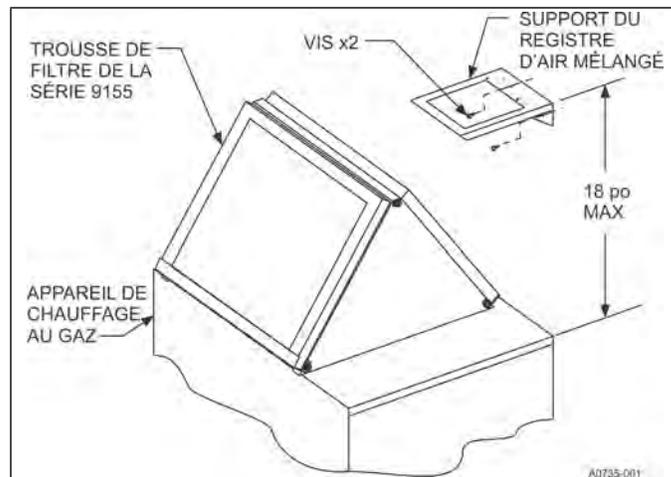

FIGURE 6 : Support du registre d'air mélangé
- Si les codes d'État, provinciaux, régionaux ou locaux n'exigent pas l'installation d'un conduit d'air de retour et d'un plénum, alors le filtre peut être fixé en haut de l'appareil de chauffage, comme illustré à la figure 6.
près possible de l'appareil de chauffage. Le support du registre d'air mélangé doit être installé le plus près possible de la grille de retour d'air. Voir la figure 6.